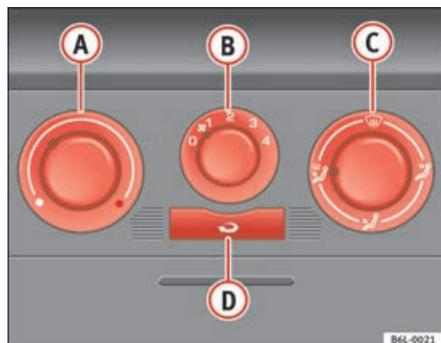

Fig. 91 Sulla plancia portastrumenti: i comandi del riscaldamento
- I comandi ⇒ fig. 91 **A** e **C** e la manopola **B** servono a regolare la temperatura, ad indirizzare il flusso d'aria e a selezionare il livello di potenza del ventilatore.